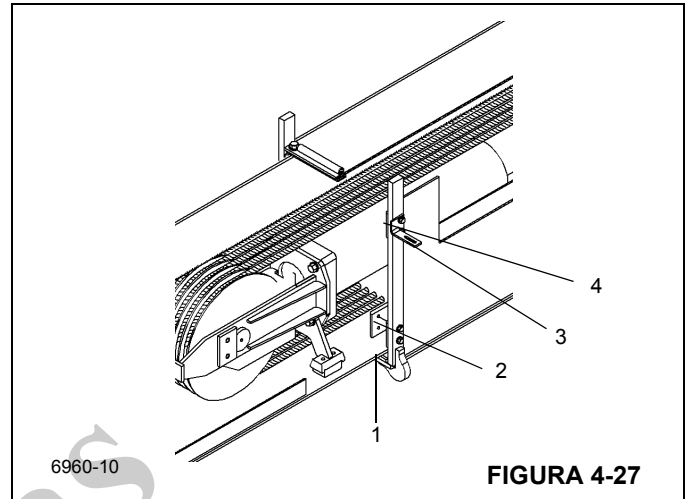

FIGURA 4-27
10. Eleve ligeiramente a parte frontal da seção volante e instale as placas de desgaste da parte frontal inferior (1) (Figura 4-27) nas cavidades da seção intermediária externa.
11. Instale as placas de desgaste laterais superior (4) e inferior (2) na frente da seção intermediária externa com dois parafusos cada. Na lateral esquerda superior, fixe a cantoneira de montagem (3) com o parafuso da placa de desgaste superior (Figura 4-27). Calce conforme descrito durante a desmontagem.